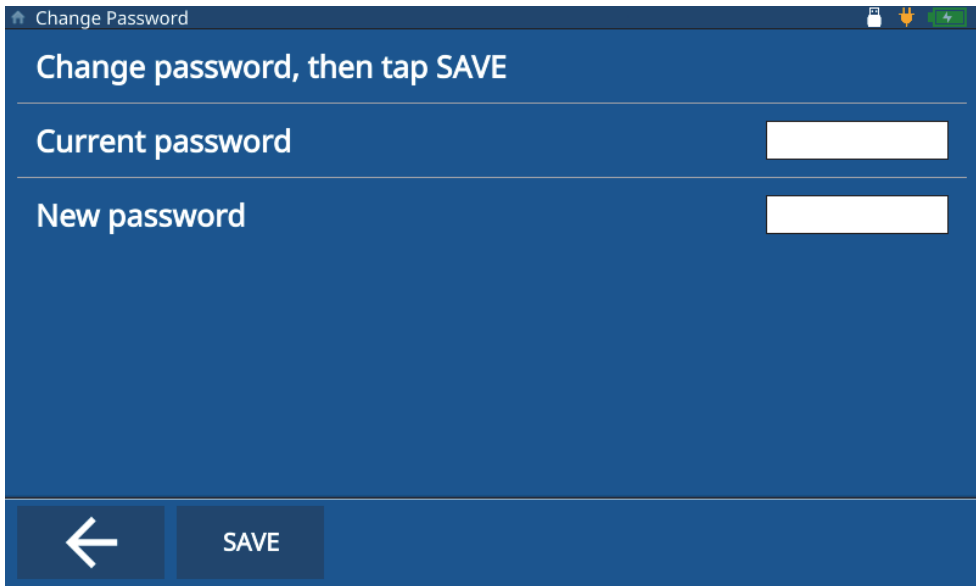

Figura 8-4 Modifica della password di blocco dello strumento
5. Inserire la password corrente e la nuova password. Se non si desidera impostare una password lasciare vuoto il campo **New Password** (nuova password) e la password sarà rimossa (vedi Figura 8-4 a pagina 79).